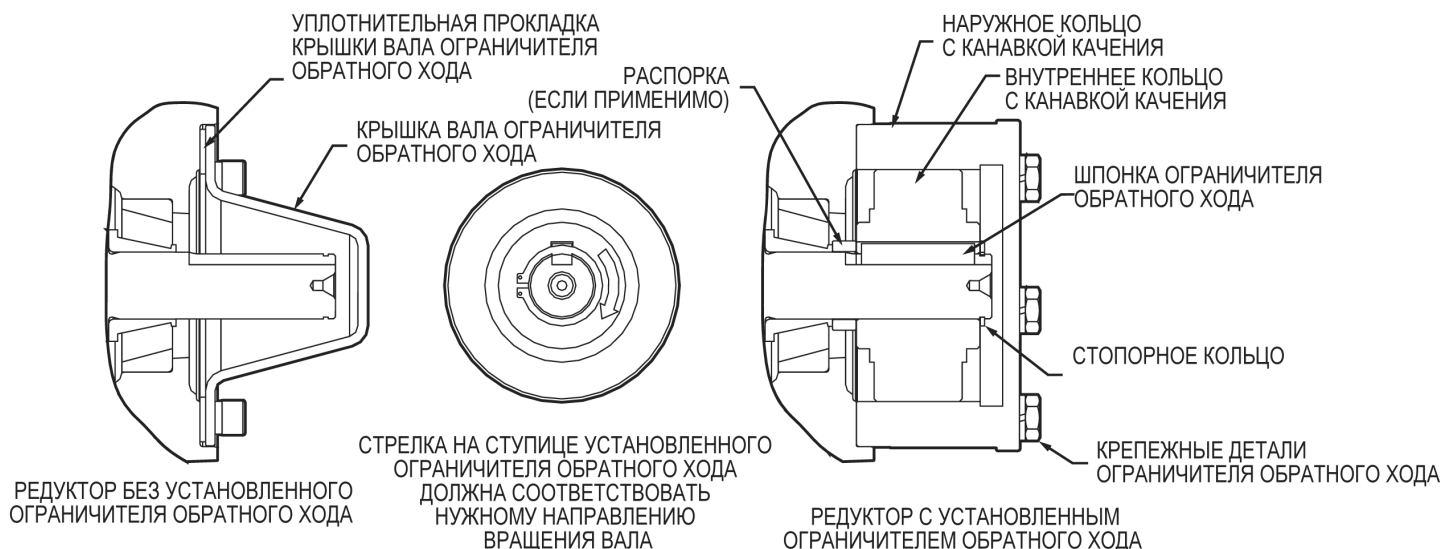

Рис. 10. Узел ограничителя обратного хода
- Снимите уплотнительную прокладку и крышку второго выступающего конца входного вала редуктора, показанные на рис. 10.